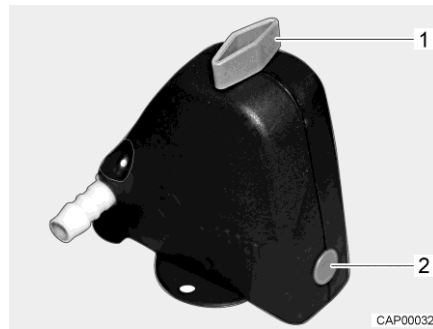
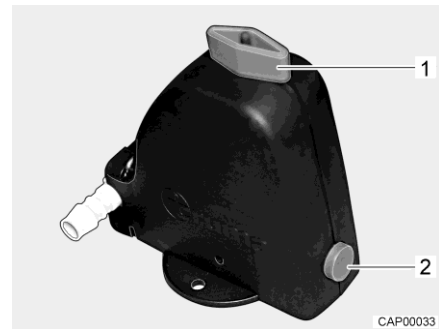

Bild 97 Sicherheits-/Ablassventil geschlossen
Bild 98 Sicherheits-/Ablassventil geöffnet
- Sicherheits-/Ablassventil (Bild 97) öffnen. Dazu Drehknopf (Bild 97,1) längs zum Sicherheits-/Ablassventil drehen. Der Druckknopf (Bild 97,2) springt heraus. Das geöffnete Sicherheits-/Ablassventil ist in Bild 98 dargestellt.